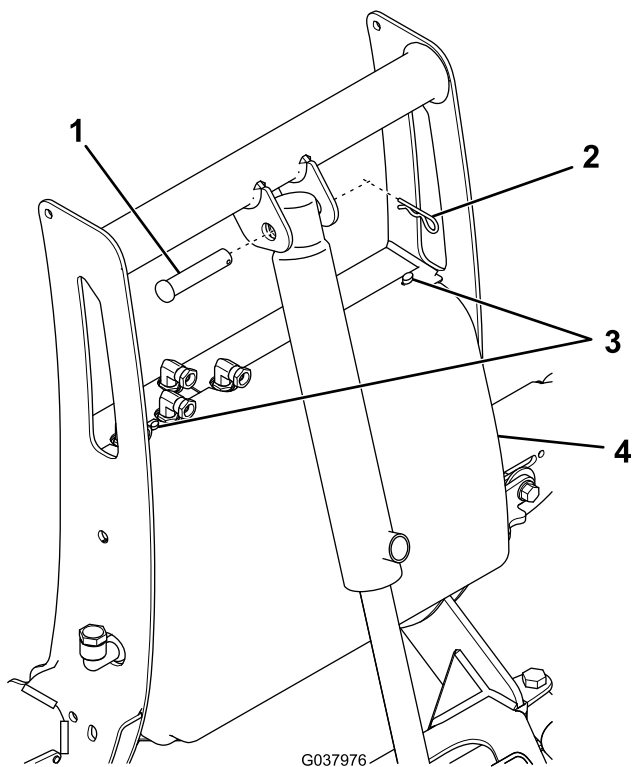

Bild 26
2. Entfernen Sie den Splint und Lastösenbolzen oben am Hubzylinder und lehnen ihn nach vorne (Bild 26).
3. Entfernen Sie die zwei Rändelschrauben, mit denen die Abdeckung der Kupplungssäule an der Kupplungssäule befestigt ist (Bild 26).